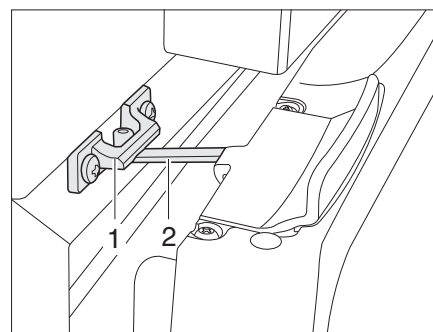

Fig. 148 Porta del frigorifero in posizione di ricircolo d'aria (Thetford)
■ Aprire il bloccaggio (Fig. 148,2) e innestarlo nella sede di bloccaggio (Fig. 148,1). In questo modo la porta del frigorifero rimane ferma in posizione socchiusa.